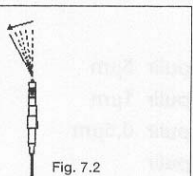

Fig. 7.2
10. Flexar la fibra óptica de modo que se rompa por el punto donde se ha realizado la marca (fig. 7.2).